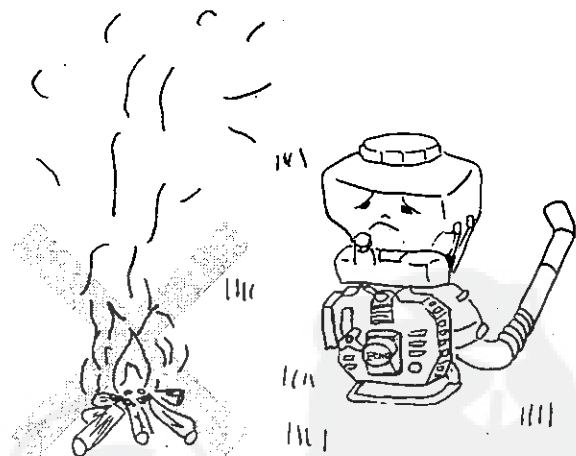

Figure 3
6. NEVER PUT YOUR POWER DUSTER/MIST BLOWER WHERE INFLAMMABLE GAZ MAY EXIST (FIGURE 3)